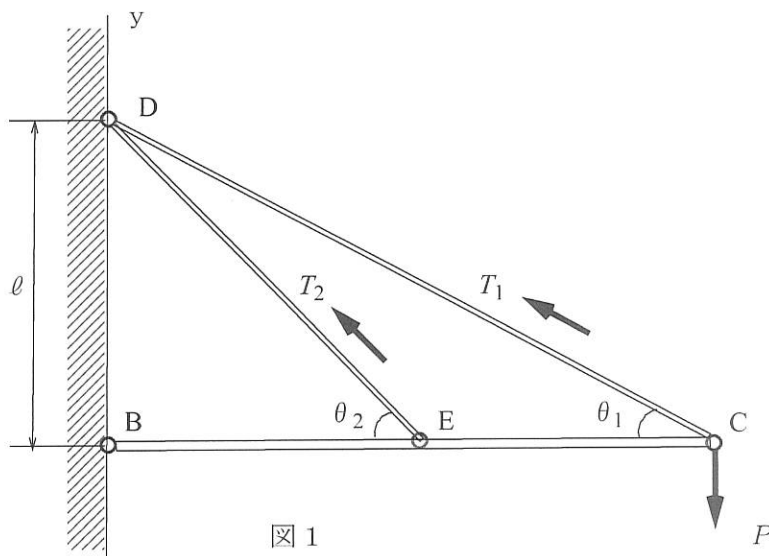

図 1
図 1 は、同一太さの 2 本の軟鋼製棒材が一端を剛体壁に D でピン結合され、他端を C および E で剛体棒にピン結合されている。剛体棒は、点 B で剛体壁にピン結合されている。BD の長さを $\ell = 1.2 \text{ m}$ とし、2 本の軟鋼製棒材の横断面積を $A = 1.4 \text{ cm}^2$ 、縦弾性係数を $E = 206 \text{ GPa}$ とする。また、部材 CD と BC とのなす角は、 $\theta_1 = 30^\circ$ であり、部材 DE と BE とのなす角は、 $\theta_2 = 45^\circ$ である。剛体棒 BC と剛体壁 BD とのなす角度は直角である。点 C に荷重 $P = 20 \text{ kN}$ が作用したとき、棒 BC は点 B を中心として下方向に回転し、棒 CD、DE は、それぞれ λ_1 、 λ_2 だけ伸びるものとする。次の設問 (1) ～ (4) に答えよ。